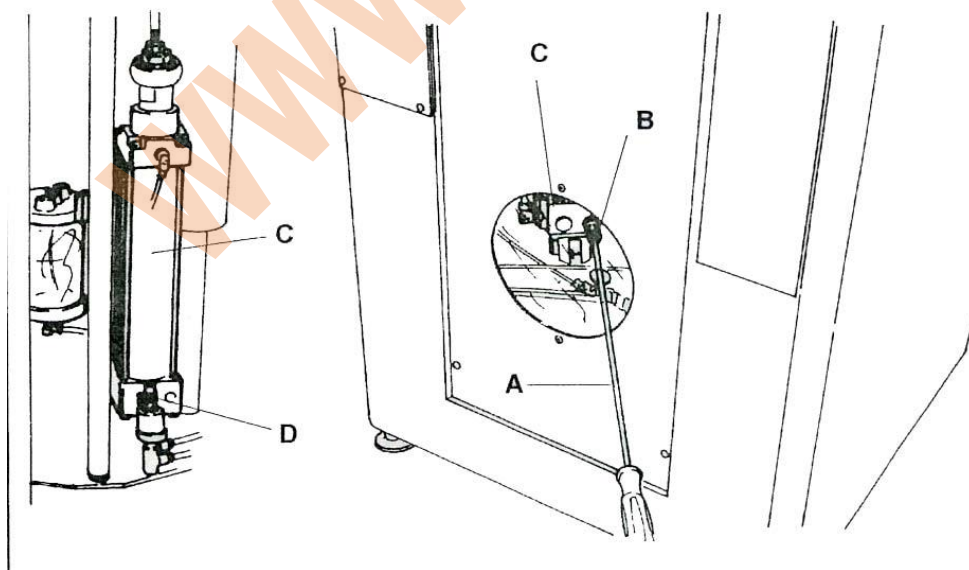

Рис. 13
5.8 Регулировка скорости пильного диска (Рис. 13)